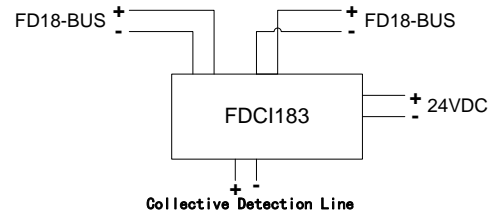
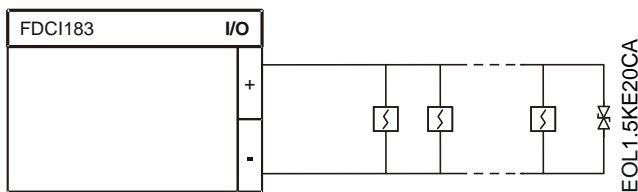
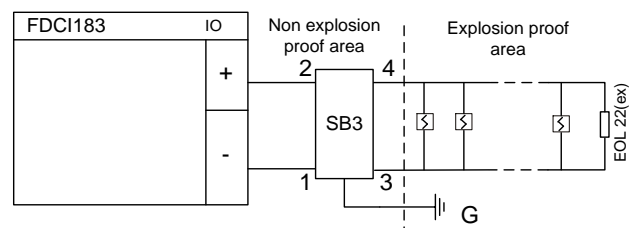

Fig. 7
Fig. 8 Conexão da linha de detecção
Fig. 9 Linha de detecção com barreira de segurança (o monitoramento falha terra deve estar desligado)
- Conecte os cabos aos terminais de acordo com o diagrama de conexão (Fig. 7, Fig. 8, Fig. 9).
- Conecte os elementos de fim de linha (EOL). (Fig. 8 / Fig. 9).